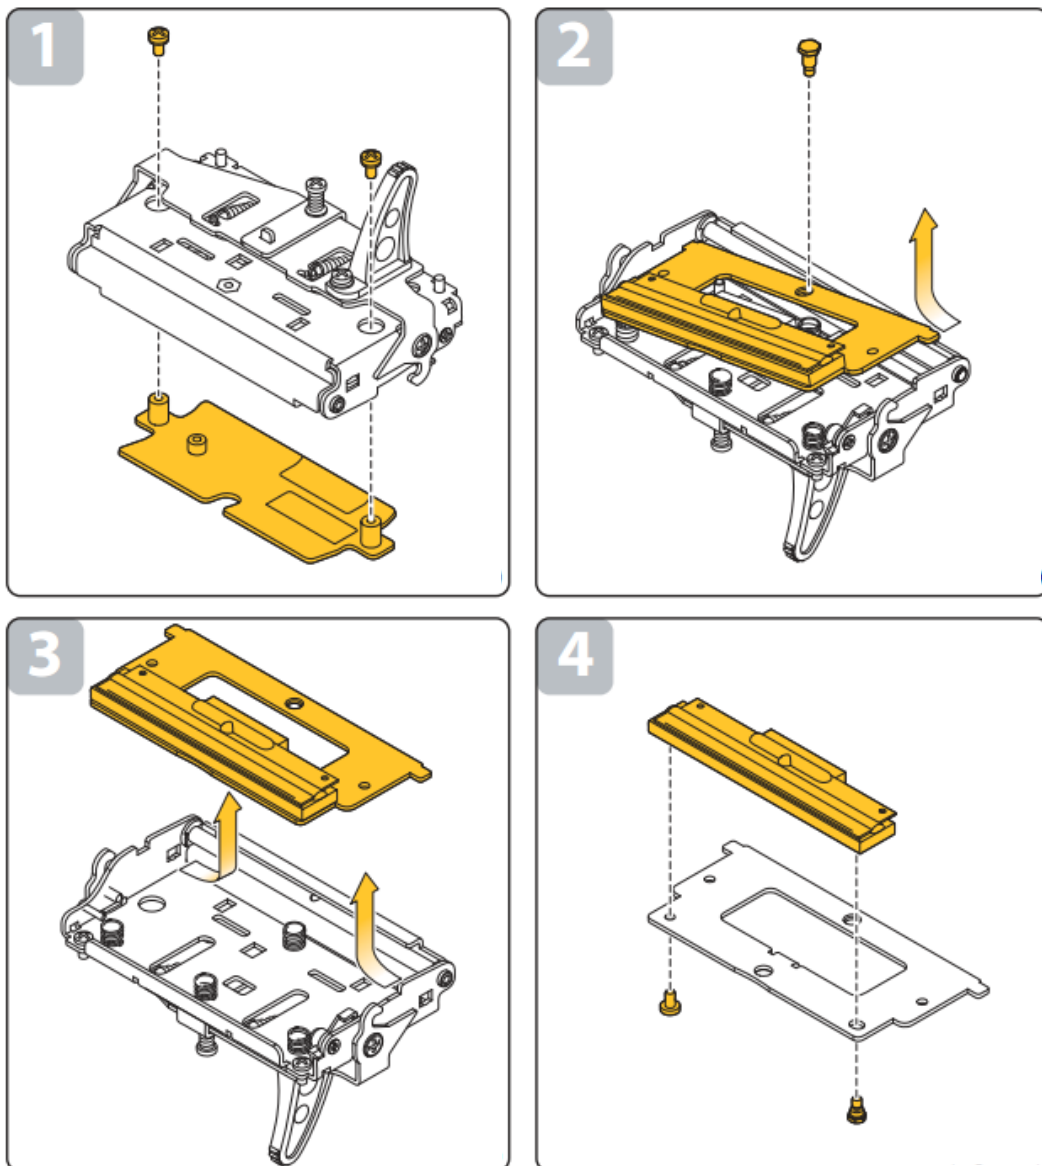

Рисунок 5.10 – Разборка механизма термопечати
- вставить шасси печатающей головки в боковые пазы и завинтить винт (Рисунок 5.10.б));